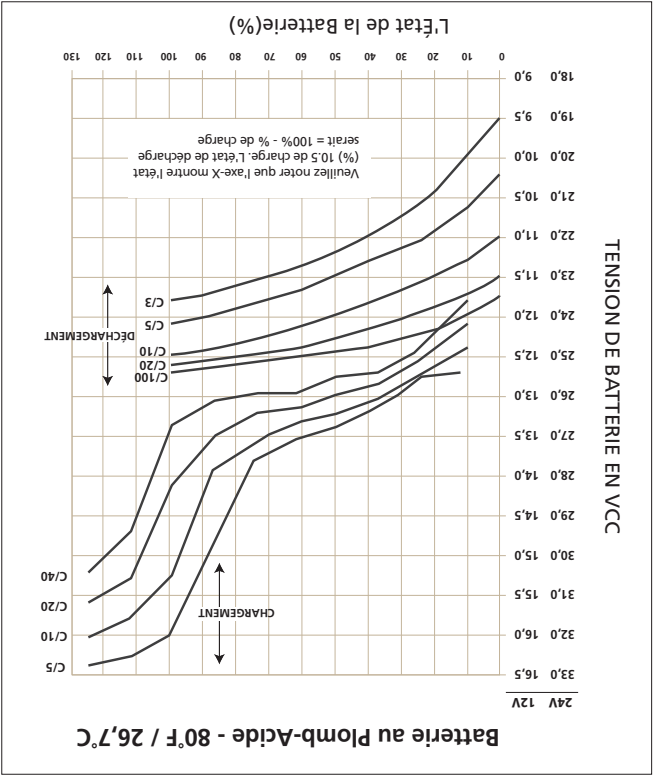

Fig. 7.1: Courbe de chargement / déchargement pour Les accumulateurs au plomb
Les onduleurs sont normalement fournis avec une protection pour arrêter la sortie de l'onduleur lorsque la tension CC aux bornes d'entrée de l'onduleur tombe sous le seuil de l'ordre de 10V pour une batterie de 12 V (20 V pour batterie 24V). En se référant aux courbes de décharge dans la Figure 7.1, l'état de décharge pour les divers courant de décharge C-Taux pour la tension de la batterie de 10V / 20V est comme suit: (S'il vous plaît noter que l'axe X des courbes montre le % d'état de charge. Le % d'état de décharge sera 100% - % d'état de charge):
- Les courbes de décharge de la Fig. 7.1 montrent le % de l'état de la charge en fonction de la tension aux bornes d'une batterie typique sous différents courants de charge / décharge, c'est à dire "C-Taux" et une température fixe de 80 °F. (Noter que l'axe X des courbes montre le % de l'état de charge. Le % de l'état de décharge sera 100% - % de l'état de charge).
Comme précédemment indiqué, l'alarme de l'avertisseur sonore est déclenchée lorsque la tension aux bornes d'entrée CC de l'onduleur tombe à environ 10,5 V pour une batterie 12V (21V pour la batterie 24V) a un courant de décharge C-Taux courant de C / 5 ampères. Si/Il vous plaît, noter que la tension aux bornes par rapport à un état de décharge particulier diminue avec l'augmentation de la valeur du courant de décharge. Par exemple, la tension aux bornes d'un état de décharge de 80% (état de charge de 20%) pour différents courants de décharge sera tel que donné au tableau 7.5 (reportez-vous à la Fig. 7.1 pour les paramètres et les valeurs indiquées dans le tableau 7.5) :
Figure 7.1 présente les caractéristiques de charge et de décharge d'une batterie au plomb typique 12V / 24V d'acide à température d'électrolyte de 80 ° F / 26,7 ° C. Les courbes montrent le % de l'état de charge (l'axe X) par rapport à la tension aux bornes (l'axe Y) pendant le chargement et le déchargement à différents C-taux. Notez que l'axe X montre le % d'état de charge. L'état de décharge sera = 100% - % l'état de charge. Ces courbes seront mentionnées dans les explications suivantes.